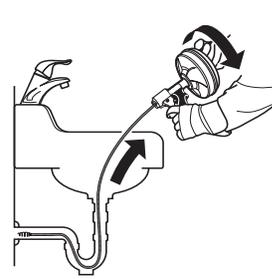

Figure 7
4. Une fois l'écoulement rétabli, et si possible avant de retirer le câble (Figure 7), faire couler l'eau afin de chasser les débris et nettoyer le câble (Figure 8).